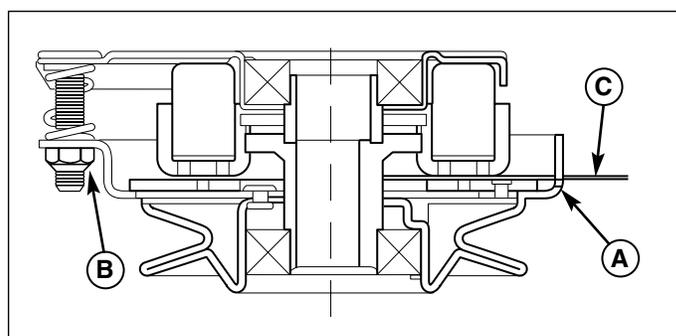

Figure 41. Réglage de l'embrayage de la PDF
3. Insérer une jauge d'épaisseur de 2,5 - 4,0 mm (C) dans chaque orifice en plaçant la jauge entre la face du rotor et la face de l'induit (figure 41).